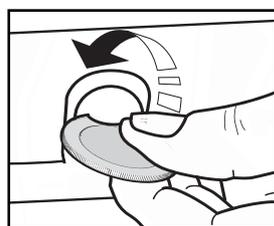

Fig. 4
1. Fjern skruene og skivene på høyre og venstre side ved hjelp av en mynt eller et kjøkkenredskap (Fig. 4).